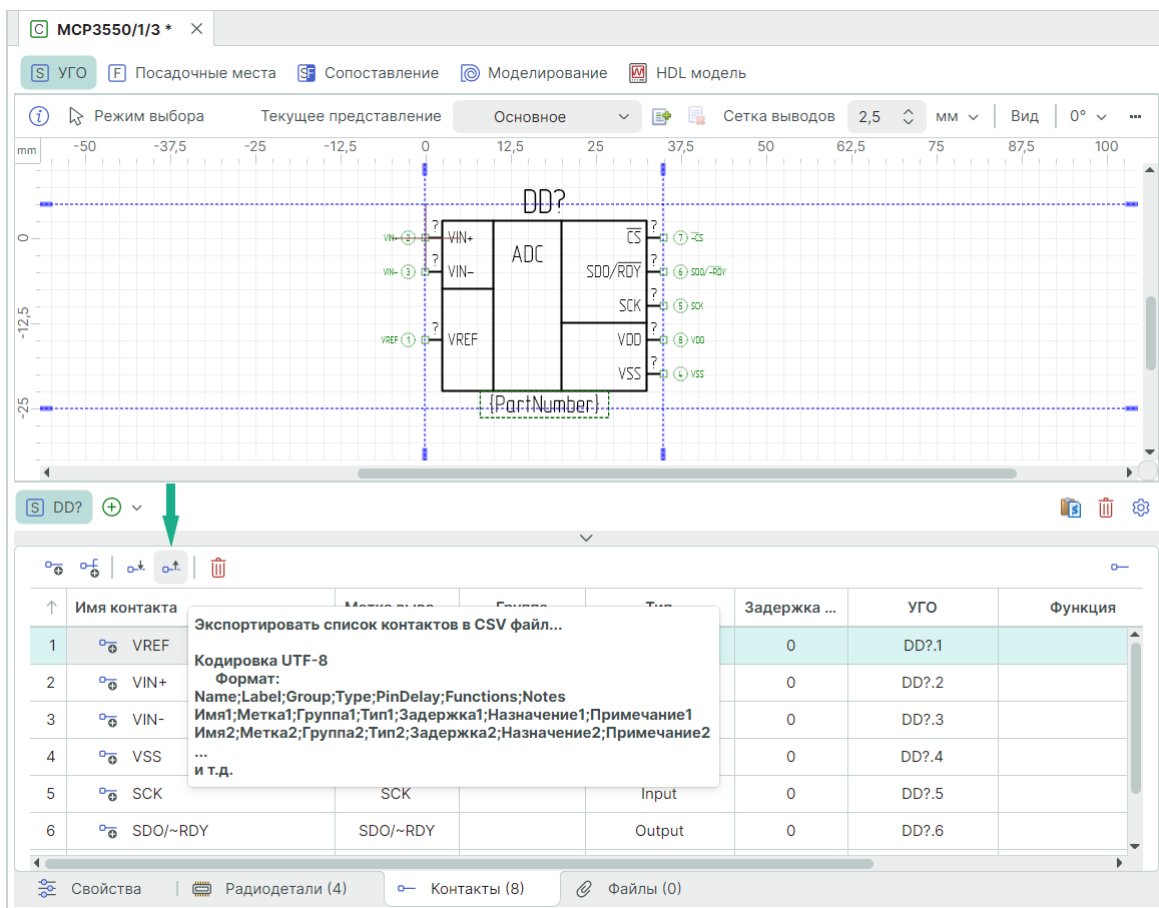

Рис. 267 Экспорт контактов
1. Нажмите символ  «Экспортировать список контактов в .CSV файл» в окне редактора компонента вкладки «Контакты», см. Рис. 267.